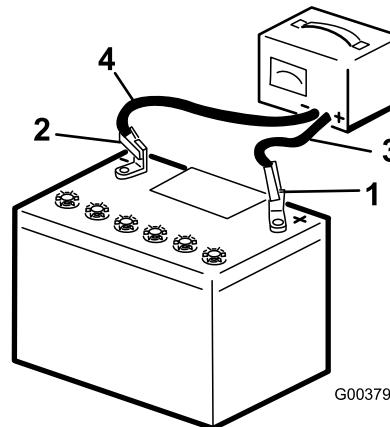

Bild 54
- Laden Sie die Batterie für vier bis acht Stunden mit 3-4 Ampere auf (Bild 54). Überladen Sie die Batterie nicht.
- Wenn die Batterie voll geladen ist, ziehen Sie den Stecker des Ladegeräts aus der Dose. Klemmen Sie dann die Klemmen des Ladegeräts von den Batteriepolen ab (Bild 54).